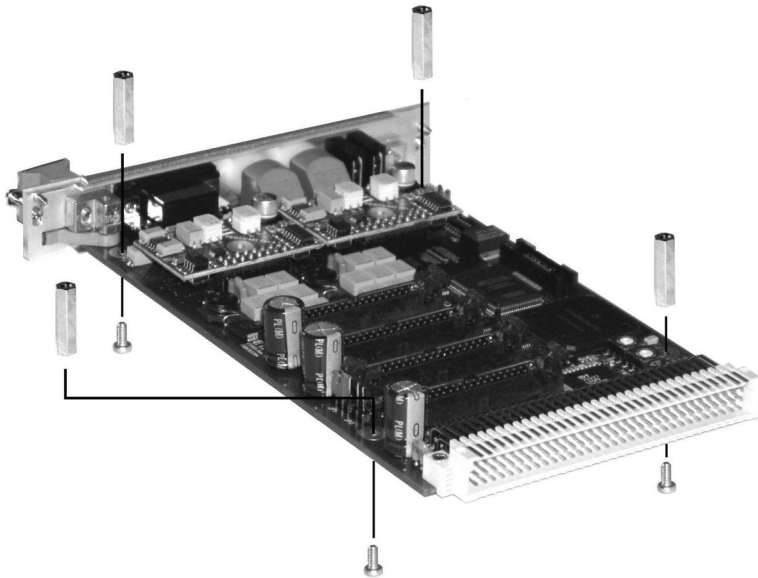

Abb. 5-5 Distanzbolzen auf ES1651.1 Carrier Board montieren
- Schrauben Sie alle vier Distanzbolzen auf das ES1651.1 Carrier Board (Distanzbolzen auf Bestückungsseite, Schrauben auf Lötseite, siehe Abb. 5-5)